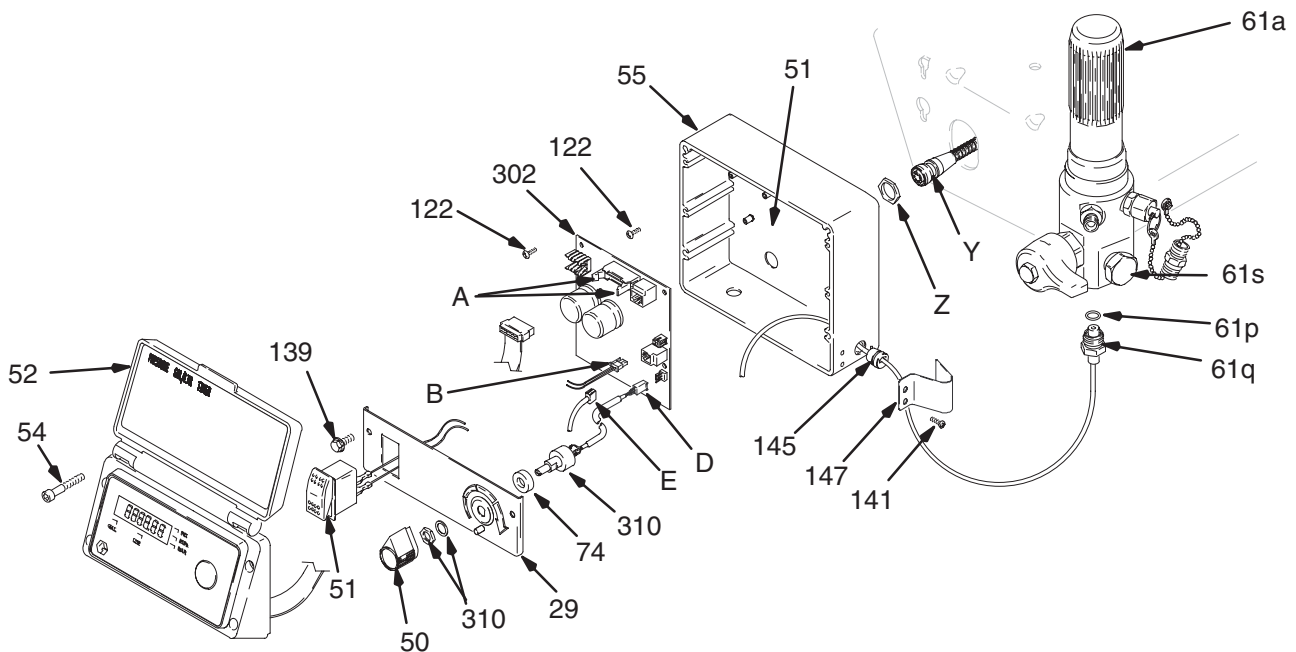

Abb. 16
2. Abb. 16. Die vier Schrauben (54) und das Display/ die Abdeckung (52) entfernen.
3. Steckerflügel (A) des Displays an der Leiterplatte öffnen und den Display-Stecker herausziehen.
4. EIN-/AUS-Schalterstecker (B) von der Leiterplatte abziehen.
5. Zwei Haltestifte auf jeder Seite des EIN-/AUS-Schalters (51) hineindrücken und Schalter entfernen.
- Abb. 16. Vier Schrauben (54) und Display/Abdeckung (52) entfernen. Steckerflügel (A) des Displays an der Leiterplatte öffnen und den Display-Stecker herausziehen.
- Die 2 Schrauben (139) entfernen.
- Kabel (D) vom Potentiometer.
- Kabel (E) vom Drucksensor.
- Kabel (B) vom Stecker des Ein-/Ausschalters.
- Abb. 16. Fünf Schrauben (122) von der Steuerkarte sowie die Schraube (122) des Erdungskabels herausschrauben.
- Stecker (Y) an der Rückseite der Druckkontrolle abziehen. Gegenmutter (Z) und Steuerkarte (302) entfernen.
- Abb. 16. Steuerkarte (302) und Gegenmutter (Z) installieren. Stecker (Y) an der Rückseite der Druckkontrolle installieren.
- Das Erdungskabel und die Steuerkarte (302) mit den sechs Schrauben (122) befestigen.
- Ein-/Aus-Schalterstecker (B) anschließen.
- Kabel (E) zum Drucksensor.
- Kabel (D) zum Potentiometer.
- Abb. 16. Display-Stecker auf die Leiterplatte stecken und die Steckerflügel (A) an der Leiterplatte schließen. Display/Abdeckung (52) mit vier Schrauben (54) installieren.
- Abb. 16. Die vier Schrauben (54) und die Abdeckung (52) entfernen.
- Kabel (E) von der Steuerkarte (302) abziehen.
- Zwei Schrauben (141) und den Schutz (147) abnehmen. Vorsichtig den Drucksensorstecker durch die Gummitülle (145) schieben.
- Abb. 16. O-Ring (61p) und Drucksensor (61q) in das Filtergehäuse (61e) einbauen. Mit 40–47 Nm festziehen.
- Vorsichtig den Drucksensorstecker durch die Gummitülle (145) schieben. Den Schutz (147) mit zwei Schrauben (141) befestigen.
- Kabel (E) an der Motor-Steuerkarte (302) anschließen.
- Abdeckung (52) mit vier Schrauben (54) installieren.
- Abb. 16. Die vier Schrauben (54) und die Abdeckung (52) sowie die zwei Schrauben (139) entfernen.
- Kabel (D) von der Steuerkarte (302) abziehen.
- Die Einstellschrauben am Potentiometerknopf (50) lösen und den Knopf, die Wellenmutter, die Federringe (310) und das Druckeinstellpotentiometer (310) entfernen.
- Den Distanzring (74) vom Potentiometer (310) abnehmen.
- Den Distanzring (74) am Potentiometer (310) installieren.
- Abb. 16. Druckeinstellpotentiometer (310), Wellenmutter, Federring (310) und Potentiometerknopf (50) installieren.